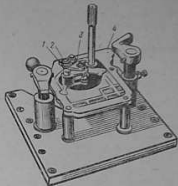

Рис. 77. Приспособление для разборки и сборки деталей механизма переключения передач, находящихся с внутренней стороны боковой крышки
4. Установить боковую крышку 4 (рис. 77) в приспособление для разборки деталей механизма переключения передач, разогнув стопор 1 гаек крепления кронштейна вала переключателя, отвернуть гайку 2 и снять кронштейн 3 с упором рычага заднего хода.